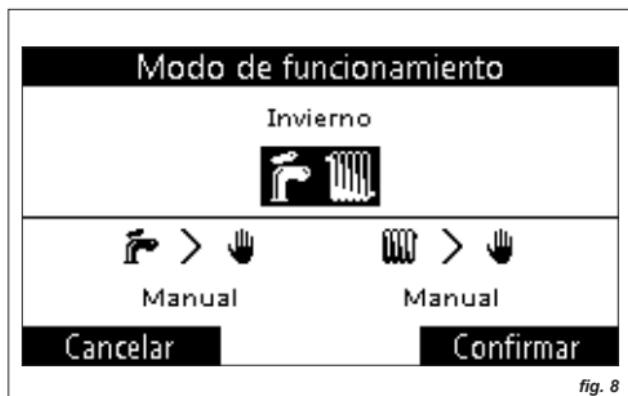

fig. 8
- En la franja inferior, según el Estado, los programas (**Standby, Automático, Manual**) para el modo Agua Caliente y Calefacción (fig. 8)
1. Gire la perilla para cambiar la variable destacada (en caso de la fig. 8: **Estado**)